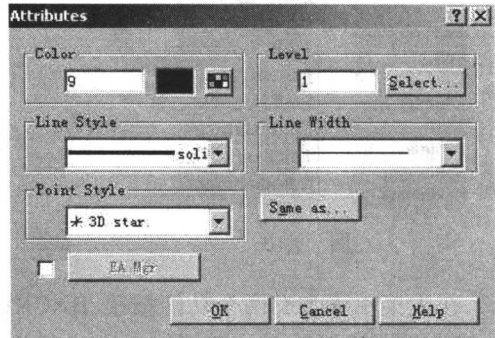

图 1.17
- **Attributes:** 设置当前绘制图形的各种属性。单击此命令将打开 Attributes (属性)对话框,从中可以设置当前绘制图形的颜色、线型和线宽等属性参数,如图 1.17 所示。